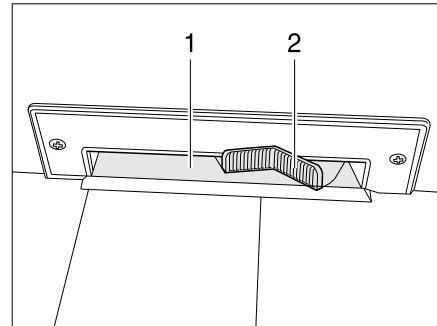

Bild 148 Ansaugöffnung mit Fußschalter
- Fußschalter (Bild 148,2) nach rechts kippen. Der Staubsauger startet.
- Staub mit einem Besen vor die Ansaugöffnung (Bild 148,1) kehren. Der Staub wird eingesaugt.